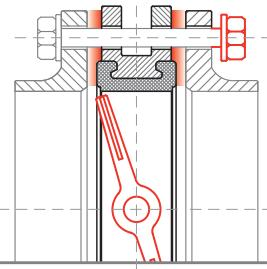

рис. 4
- Перед началом монтажа диск поворотного затвора необходимо немного приоткрыть, но так, чтобы диск не выходил за корпус дискового поворотного затвора (рис. 4).